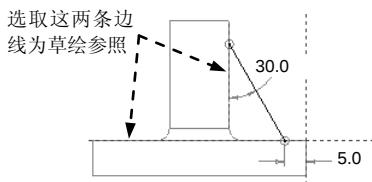

图 5.18.12 截面图形
Step4. 定义草绘参照。选择下拉菜单 **草绘(S) → 参照(R)...** 命令, 系统弹出图 5.18.11 所示的“参照”对话框, 选取图 5.18.12 所示的两条边线为草绘参照, 单击 **关闭(C)** 按钮。
Step5. 绘制图 5.18.12 所示的筋特征截面图形。完成绘制后, 单击“草绘完成”按钮 。